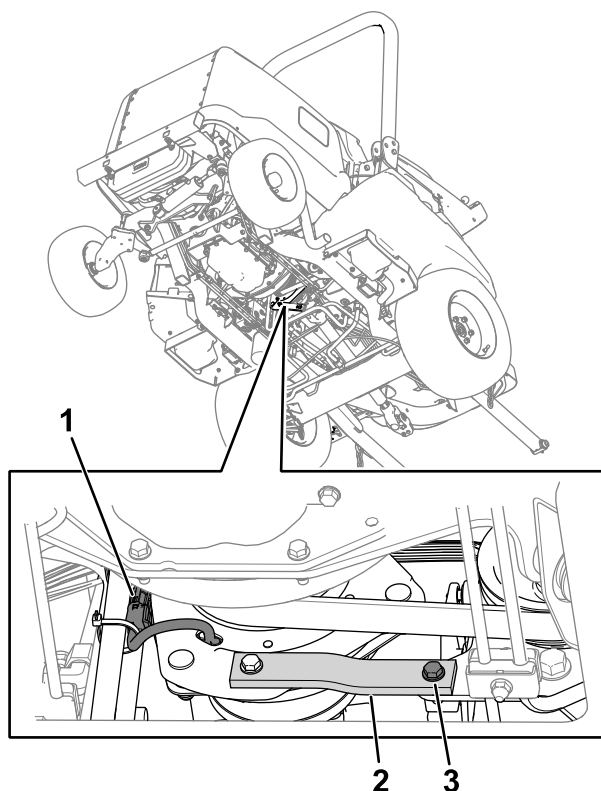

Figura 79
2. Scollegate il connettore del cablaggio preassemblato della frizione dal cablaggio preassemblato della macchina (Figura 79).
3. Rimuovete il bullone, la rondella e il dado dal cinghiolo in gomma (**Figura 79**) sul telaio.